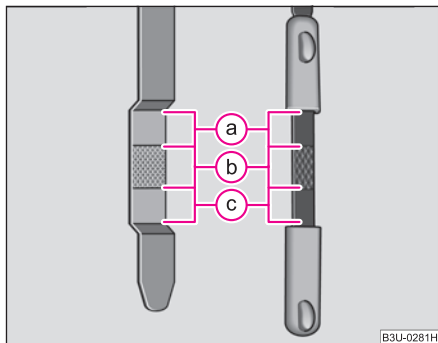

Fig. 175 Joja
- Scoateți joja din nou și citiți nivelul uleiului ⇒ fig. 175.
Nivelul uleiului nu trebuie să fie în nici un caz, deasupra zonei  ⇒ pagina 222, fig. 175. În caz contrar, uleiul poate fi absorbit în motor și ar putea ajunge în atmosferă prin instalația de evacuare a gazelor. Uleiul poate fi ars în catalizator și l-ar putea deteriora. ■